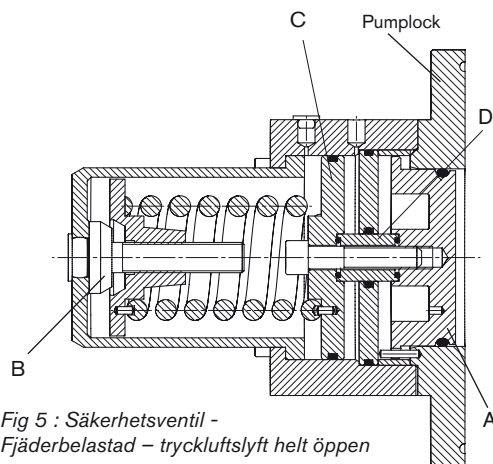

Fig 5 : Säkerhetsventil -
Fig. 5 återger ventilen delvis öppen. Mediets tryck inuti locket har tvingat ventilhuvudet (A) åt vänster mot fjäderkraften via distanshylsan och CIP/SIP kolvventilen.